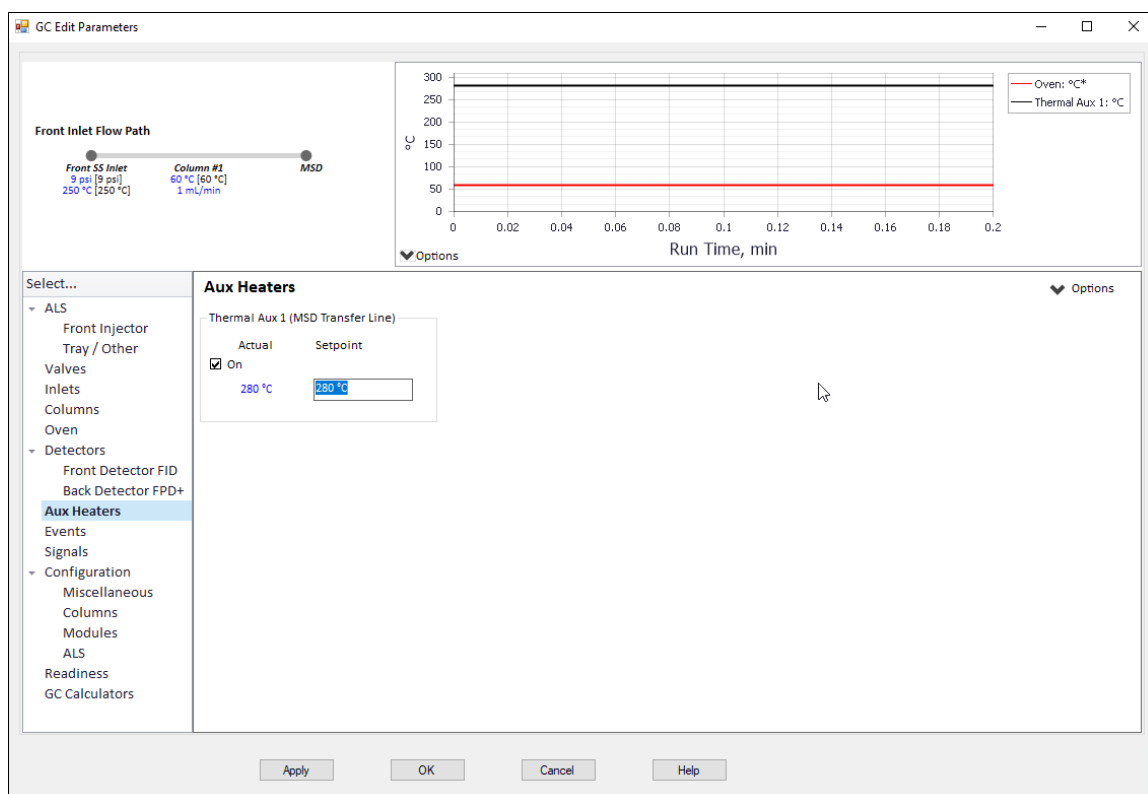

Figura 29 Janela de parâmetros de edição do GC 8890
- 2 Clique em **Aux Heaters** para editar a temperatura da interface. (Consulte **Figura 29**.)